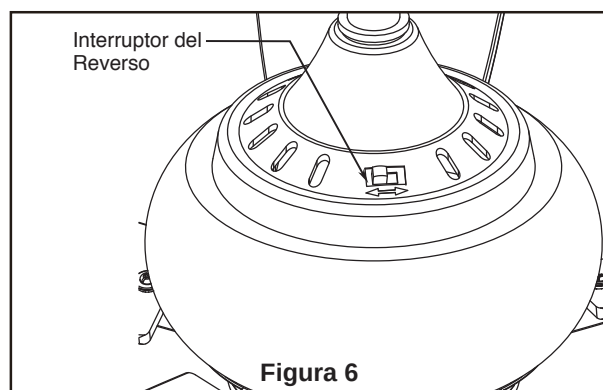

Figura 6
- ☐ 6. Instale el cristal en el kit de iluminación girándolo en el sentido de las agujas del reloj. No lo apriete demasiado. (Figura 6)
6. Si desea que el flujo de aire se desplace en la dirección opuesta, apague el ventilador y espere a que las aspas se detengan. Luego deslice el conmutador inversor a la posición contraria y vuelva a encender el ventilador. (Figura 6)